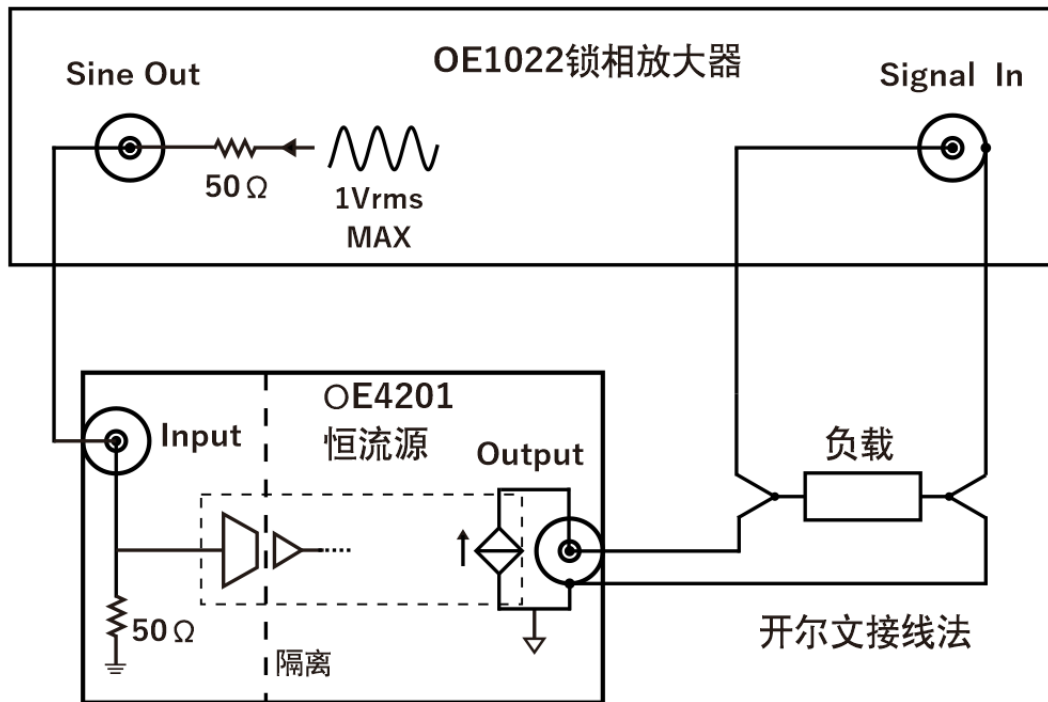

图 4. 恒流源接线拓扑框图
- 2、接线方案可参考图 4；
- 3、图 4 中，OE1022 锁放的输出为 1Vrms，是因为 OE1022 的 50Ω 输出电阻与 OE4201 恒流源的 50Ω 输入电阻分压，得到实际的输入电压为 0.5Vrms。